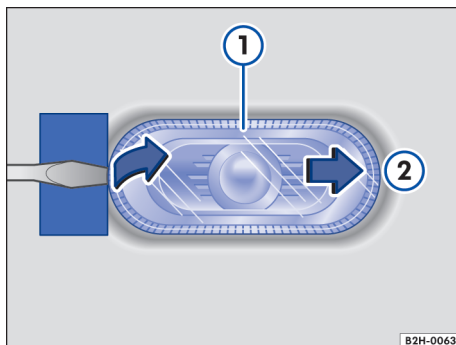
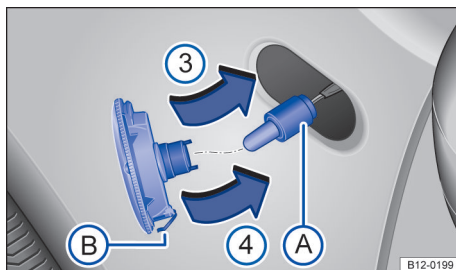

Fig. 151 Lado esquerdo do veículo: remover a lanterna lateral dos indicadores de direção
Fig. 152 Lanterna lateral dos indicadores de direção: substituir a lâmpada incandescente.
→ Fig. 151 e → Fig. 152
- ② Posicionar a chave de fenda das ferramentas de bordo com a lâmina plana no lado da lanterna lateral do indicador de direção que aponta para a traseira do veículo → ①. Deslocar a lanterna lateral dos indicadores de direção para trás, em sentido oposto ao da força de mola → Fig. 151 ②.
- ③ Remover a lanterna lateral dos indicadores de direção manualmente da carroceria.
- ④ Remover o suporte da lâmpada incandescente com a lâmpada em linha reta → Fig. 152 (A).
- ⑤ Retirar a lâmpada incandescente em linha reta para fora do suporte da lâmpada.
- ⑥ Substituir a lâmpada incandescente queimada por uma lâmpada incandescente nova do mesmo modelo.
- ⑦ Recolocar o suporte da lâmpada.
- ⑧ Instalar a lanterna lateral dos indicadores de direção com o lado que aponta para a parte frontal do veículo na carroceria ③ e fazer pressão sobre a carroceria ④, até a mola ⑤ encaixar de modo audível.